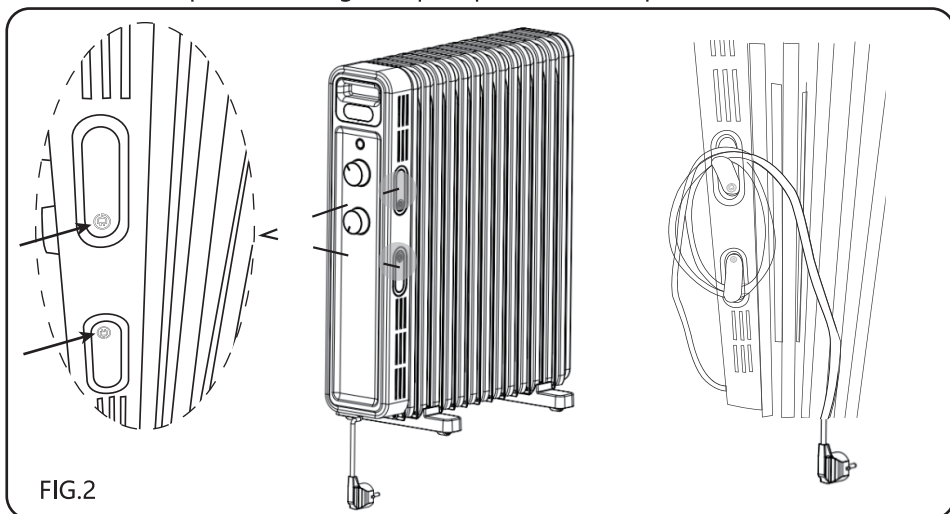

FIG.2
4. Utilizzare il dispositivo avvolgicavo per riporre il cavo dopo l'uso. (FIG.2)